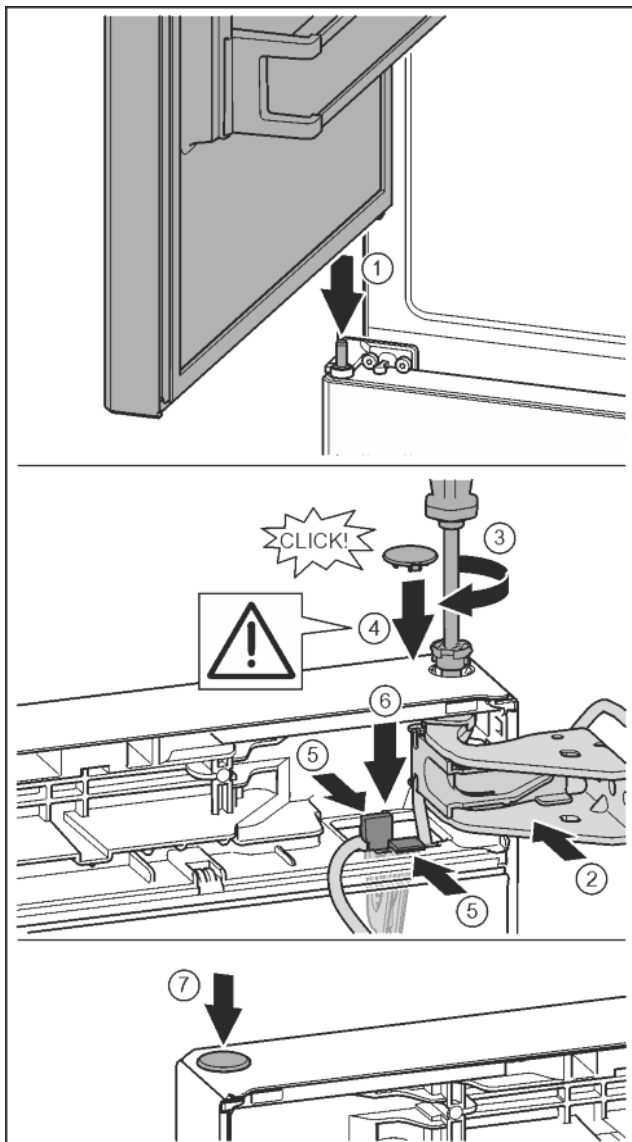

Fig. 18
- ▶ Дверь сверху выровнять по отверстию в опорном кронштейне. Fig. 18 (1)
- ▶ Вставить палец и затянуть отверткой T15. Fig. 18 (4)
- ▶ Установить предохранительную крышку для защиты двери: вставить предохранительную крышку и проверить, прилегает ли она к двери. В ином случае вставить палец полностью. Fig. 18 (5)
- ▶ Вставить заглушку. Fig. 18 (7)